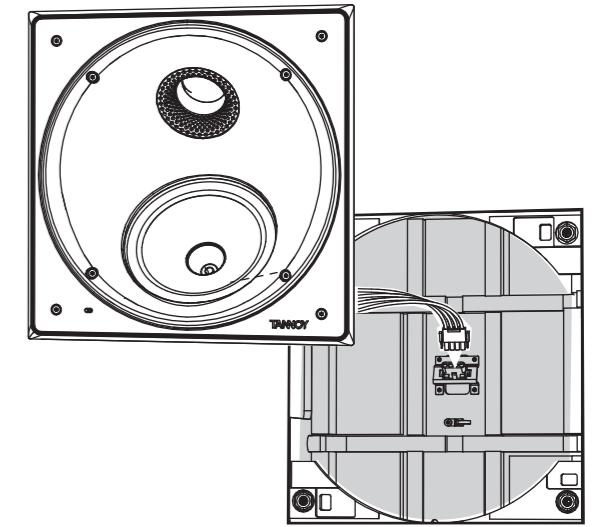

Fig. 6. Connecting the speaker wiring to the back can
4. O conjunto do alto-falante agora pode ser conectado à parte traseira usando quatro parafusos, conforme mostrado. Tome cuidado para não prender ou prender a fiação do alto-falante, ou seus dedos ou amarrá-la (Fig. 6).